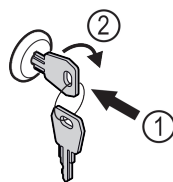

Fig. 125 Immagine a titolo di esempio
- Inserire la chiave Fig. 125 (1).
- Ruotare la chiave di 90° in senso orario Fig. 125 (2).